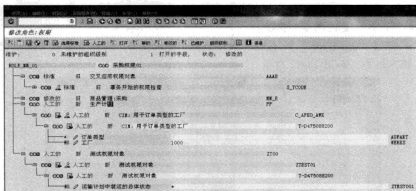

图 14-24 新增权限对象
STEP 4 虽然系统自动将事务代码本身自带的权限对象带入权限中进行权限范围的限制, 但是还可以通过单击“人工的”按钮手工添加, 或者单击“选择标准”按钮选择标准的权限对象, 为权限进一步分配控制范围。例如单击“人工的”按钮, 在弹出的“授权的手工选择”对话框中新增“C_AFKO_AWK”权限对象, 然后单击“”按钮, 系统就会把该权限对象的内容增加到该权限下, 如图 14-24 所示。